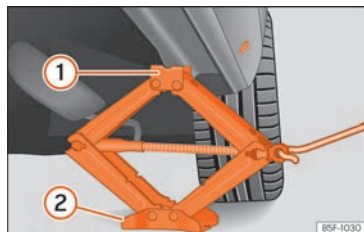

Fig. 75 Posizionamento del cric.
- Ruotare la manovella del cric\*, posto sotto il punto di appoggio del longherone, per alzarlo finché la linguetta ① »» **fig. 75** non avrà raggiunto l'alloggiamento previsto.
- Allineare il cric\* in modo tale che la linguetta ① "si agganci" nell'apposito alloggiamento del longherone e la piastra di base ② resti appoggiata al suolo. La piastra di base ② deve cadere sul lato verticale rispetto al punto di appoggio ①.